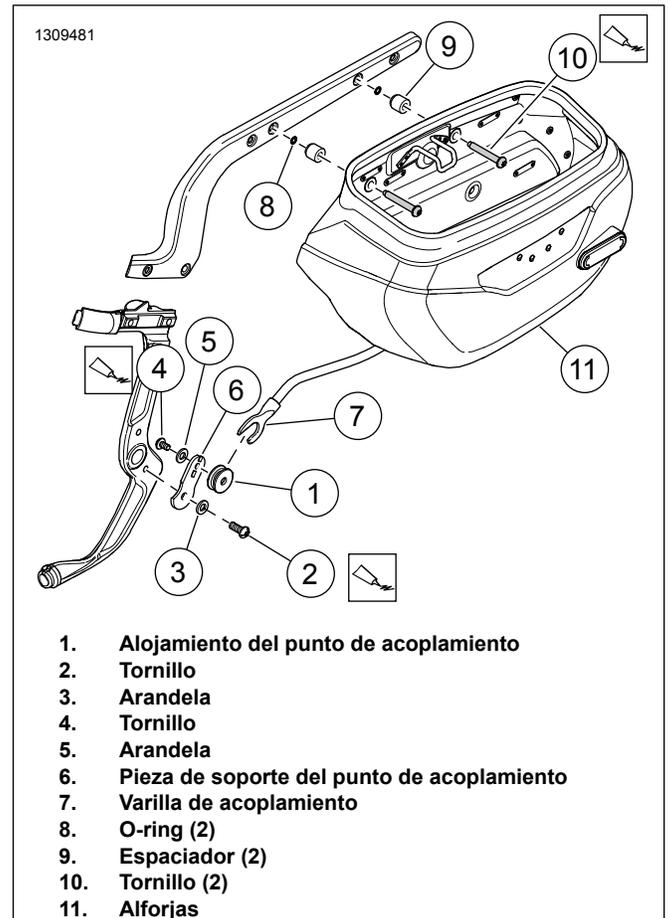

Figura 2. Montaje de la alforja (lado izquierdo)
1. Vea Figura 2 . Instalar el alojamiento del punto de acoplamiento del lado izquierdo.
- a. Coloque la pieza de soporte del punto de acoplamiento (6) en el bastidor.
- b. Instale la arandela (3) en el tornillo (2).